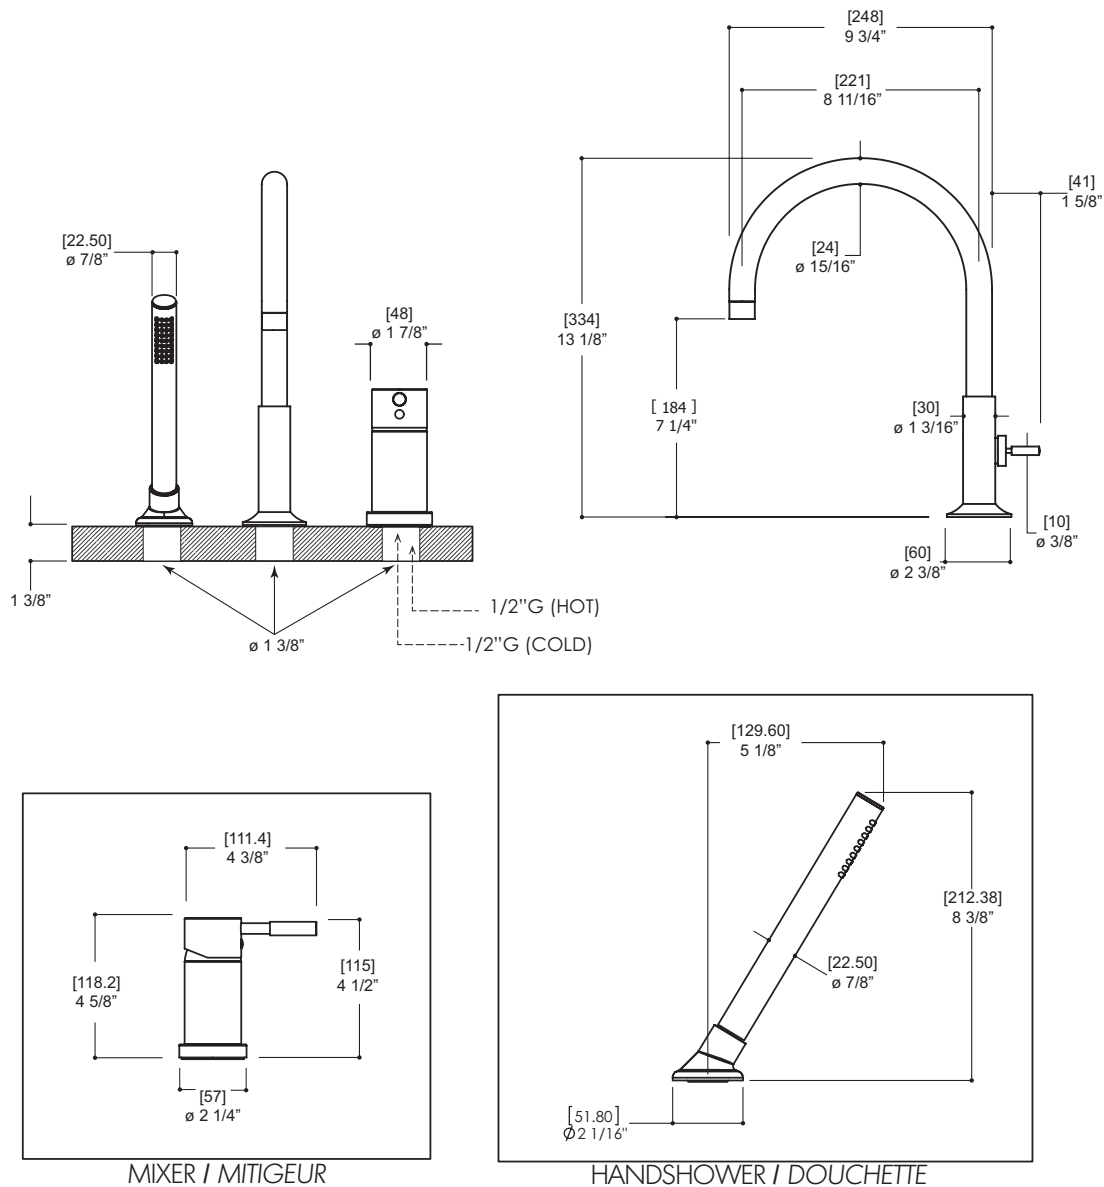

Fig.1
- !** - Prior to installation, pierce the required 3 holes onto your deckmount. Refer to the general dimensions drawing (Fig.1) for hole size.
- !** - Avant de débuter l'installation, percer les 3 trous requis sur la surface prévue. Se référer à la Fig.1 (dimensions générales) pour la dimension des trous.